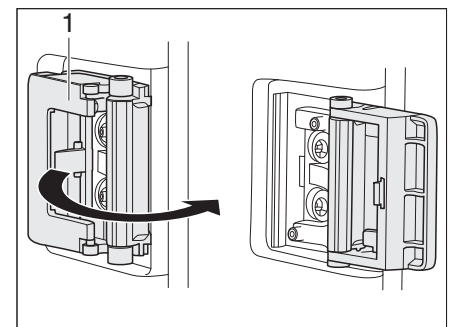

Bild 117 Kühlschranktür arretieren/lösen
- Den Verriegelungshaken (Bild 117/1) nach vorne klappen. Wird die Kühlschranktür geschlossen, bleibt sie einen Spalt weit geöffnet, um Schimmelbildung zu vermeiden.